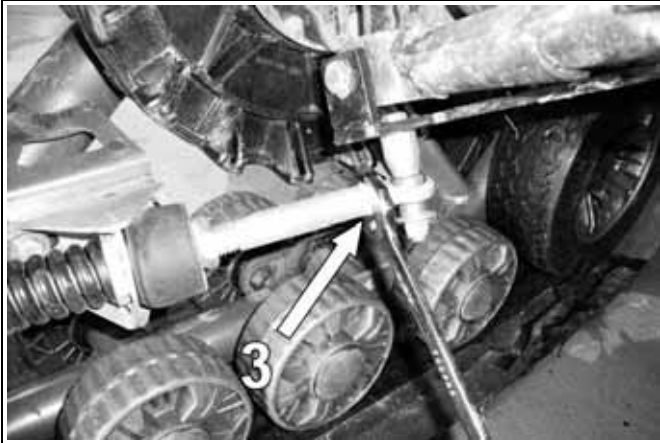

Abbildung 10
HINWEIS: In einigen seltenen Fällen, wenn Überwurfmutter (1) zum Zusammendrücken der Feder durch Einstellungen das Ende der Gewindestange erreicht hat, verlängern Sie die Stange, indem Sie die Gegenmutter lösen (Teil 3 in Abbildung 10) und die Stange herauserschrauben, um max. 19 mm sichtbares Gewinde zu erhalten. Ziehen Sie die Gegenmutter wieder fest.